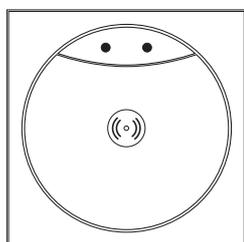

Fig. 1
- Unità di lettura con coperchio posteriore e viti (Fig. 1)